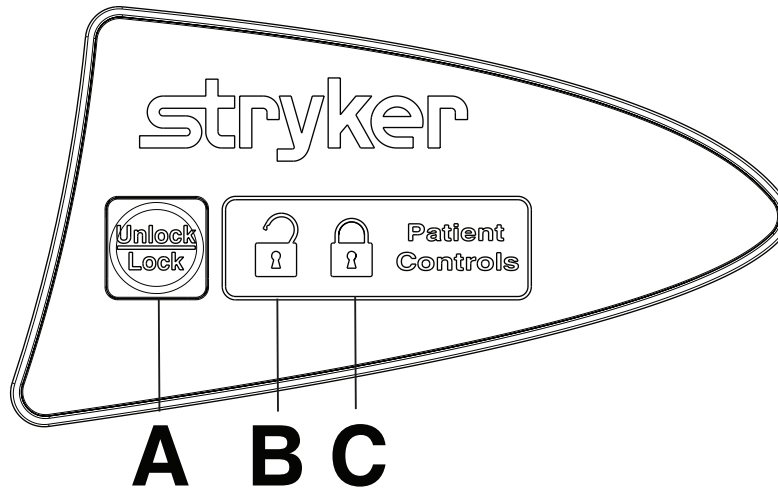

图 15 – 患者控制面板闭锁
要锁定侧护栏患者控制面板，按一次 **Unlock/Lock** (解锁/锁定) (A) (图 15)。